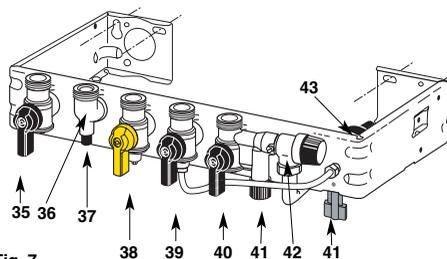

Fig. 7
**Soupape de sécurité et disconnecteur** (fig. 7)